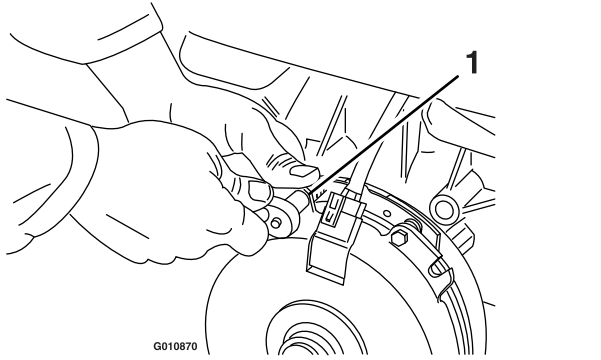

図 58
- A. 図 58 に示すように、両方のブレーキ取り付けボルトを 1/2-1 回転ゆるめる。